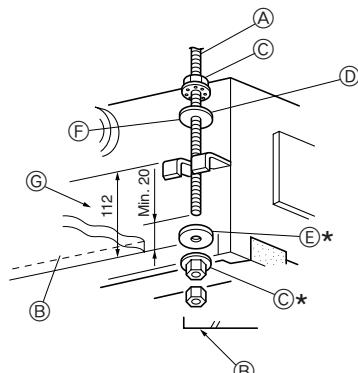

Fig. 2-7
1. In primo luogo, infilare le rondelle ① ② (fornite con l'unità) e i loro dadi (di fornitura locale) sul bullone di sospensione. (Fig. 2-7)
- * Seguire la seguente sequenza (dall'alto): dado, rondella isolata ②, rondella senza isolamento ①, i due dadi.
- * Mettere la rondella isolata ② con l'isolamento rivolto verso il basso, come indicato nella figura.
2. Sollevare l'unità sul punto di installazione, facendo attenzione che resti allineata correttamente al bullone di sospensione. Far passare la staffa fra le rondelle ① ②, che sono già installate, e fissarla. Fare la stessa cosa per tutti i quattro punti.